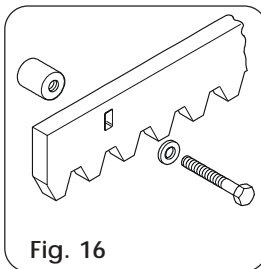

Fig. 16
4.4.2. CREMAGLIERA DI ACCIAIO AD AVVITARE (Fig. 16)